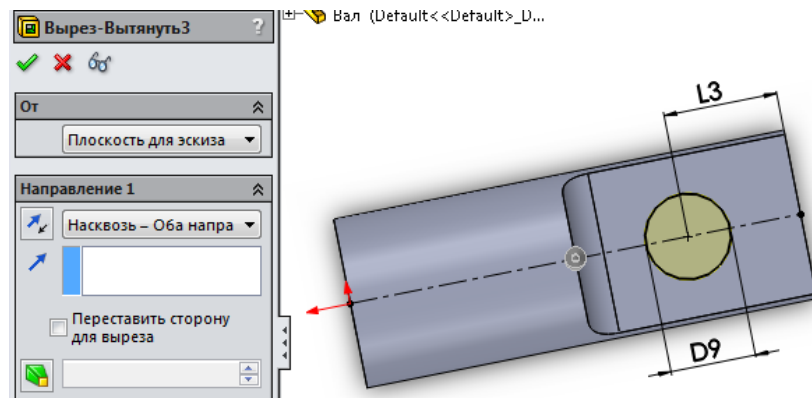

Рисунок 5.11 – Виріз кола діаметром D9
22. Натисніть кнопку "Вытянутый вырез" і витягніть Ваш ескіз, вказавши в параметрах "Направление 1" параметр "Насквозь" (рис. 5.11).